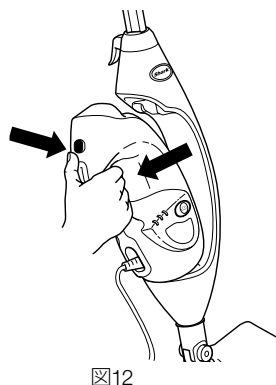

図12
- ハンディスチーマーは、ハンディスチーマーリリースボタンを押して本体から取り外します。このとき、誤ってスチームトリガーを押さないようご注意ください(図12)。